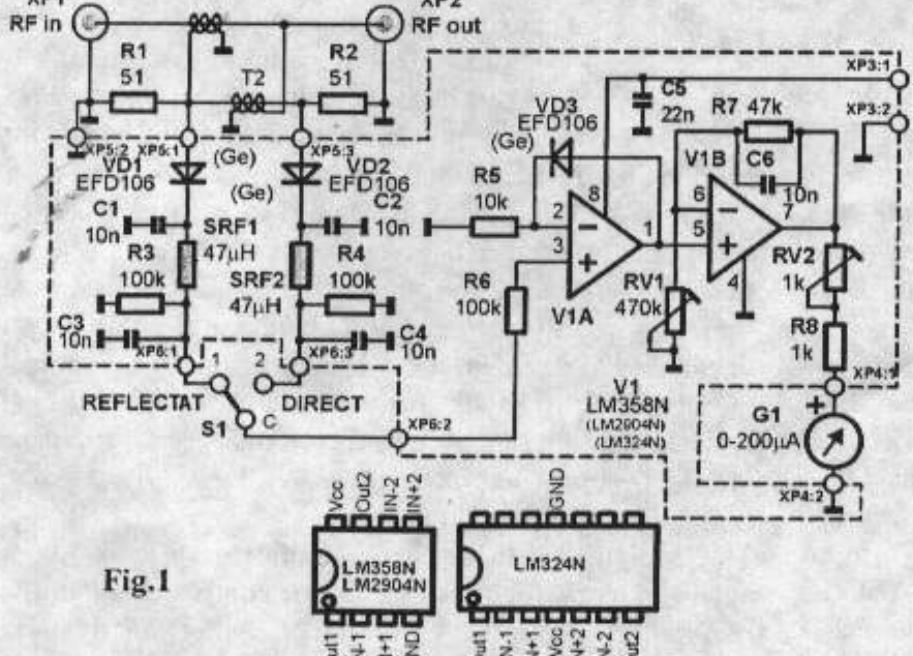

Fig.1
În continuare schema conține un circuit de amplificare bazat pe un amplificator operațional (AO) care include masa în domeniul de mod comun. Se poate utiliza un AO dublu, în capsula de 8 pini, sau jumătate dintr-un AO cvadruplu, în capsulă cu 14 pini. Dispunerea terminalelor la cele două capsule se poate vedea tot în Fig. 1.